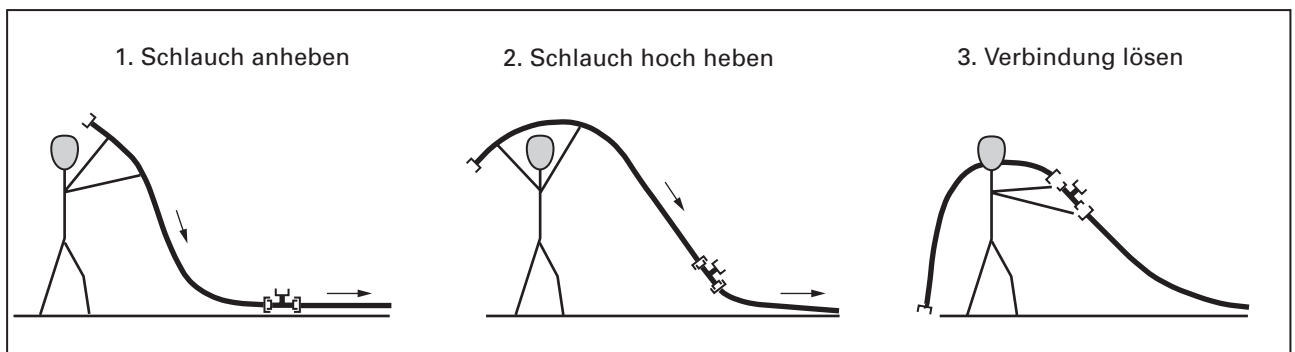

Bild 32 Abschnittsweise Entleerprozedur
14. Den 18-m-Trinkwasserschlauch (Rücklaufschlauch) entsprechend Prozedur Bild 32 entleeren und vom Tank Chlorungseinheit Desinfektion abkoppeln.